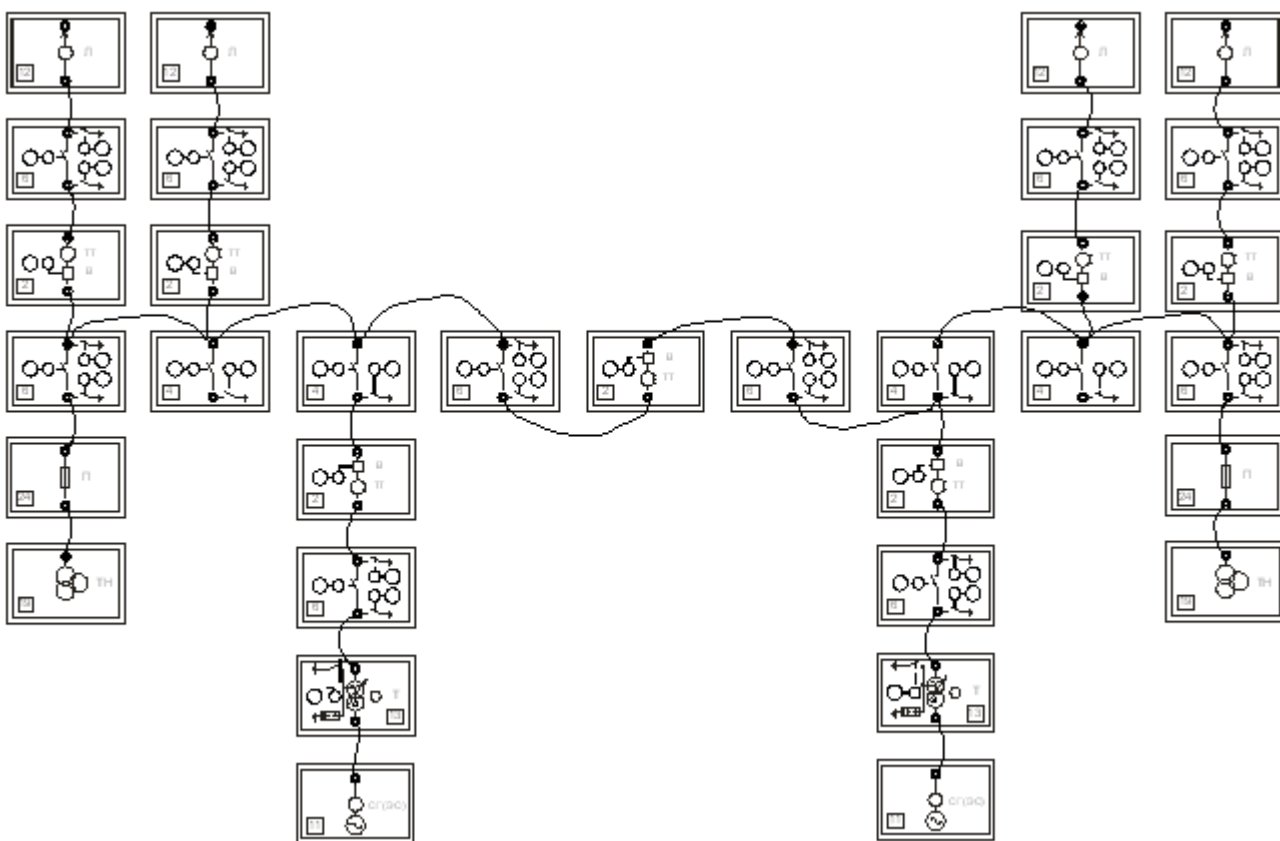

Рисунок 5.2 – Монтажная схема соединений ПУ с одиночной секционированной системой шин
4. Соберите схему (рисунок 5.2).